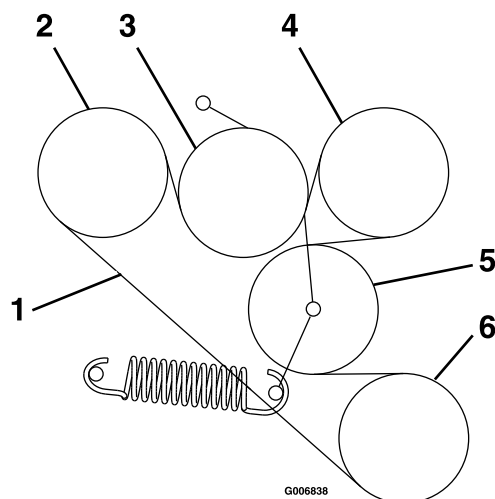

Figura 59
6. Ruotate la nuova cinghia sulle pulegge, come illustrato nell'adesivo situato sulla parte posteriore del carter della trasmissione di sinistra (Figura 59).